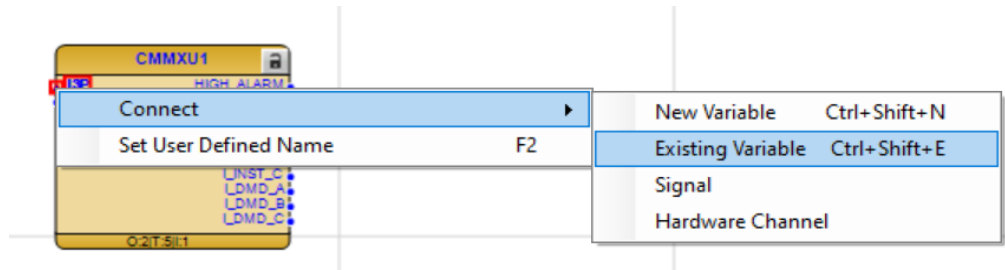

Imagen 111_Conexión de variable para la entrada I3P del bloque CMMXU1.
2.3.3 Vamos a conectar una nueva variable a la entrada del bloque dando clic derecho en “I3P” posteriormente damos a “Connect - Existing variable” como se observa en la **Imagen 111**.